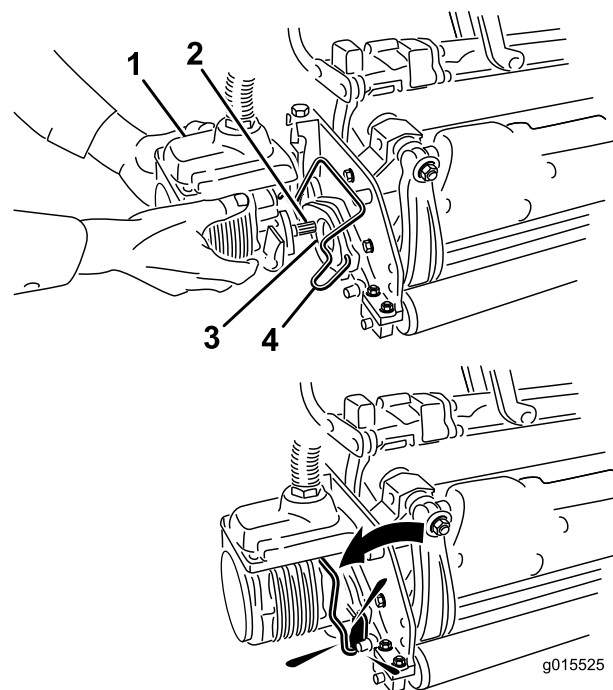

図 15
11. カuttingユニット用モータのスプライン・シャフトにきれいなグリスを塗りつける（図 15）。
12. モータを、カuttingユニットの左側（運転席から見て）に取り付け、カuttingユニットについているモータ固定バーを、モータの上から被せるようにセットし、モータの左右から「カチッ」というロック音が聞こえるまで押し下げる（図 15）。